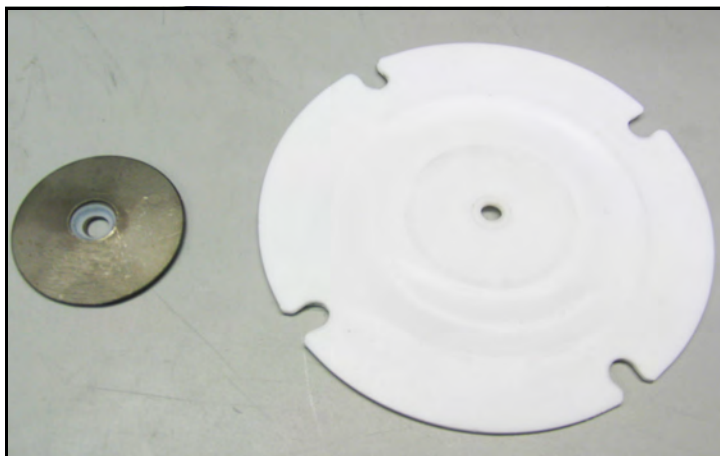

Abbildung 78: Einbauen der neuen Membran und Klemmplatte
10. Installieren Sie die neue Membran und montieren Sie die Klemmplatte. Bevor Sie die Inbusschraube für die Membran einsetzen, bringen Sie eine PTFE-Dichtscheibe an (siehe Abbildung 78, Beschriftung G) (verwenden Sie kein PTFE-Band) und ziehen Sie dann die 5/32"-Schraube mit einem 5/32"-Inbusschlüssel mit ca. 70 in-lbs fest.